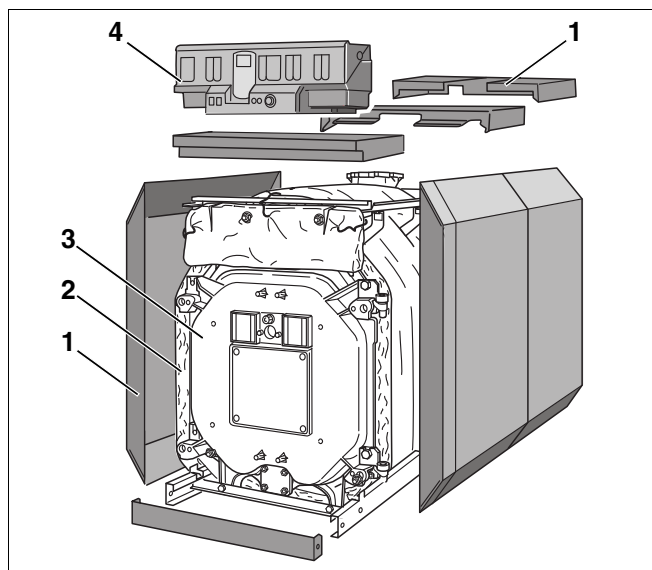
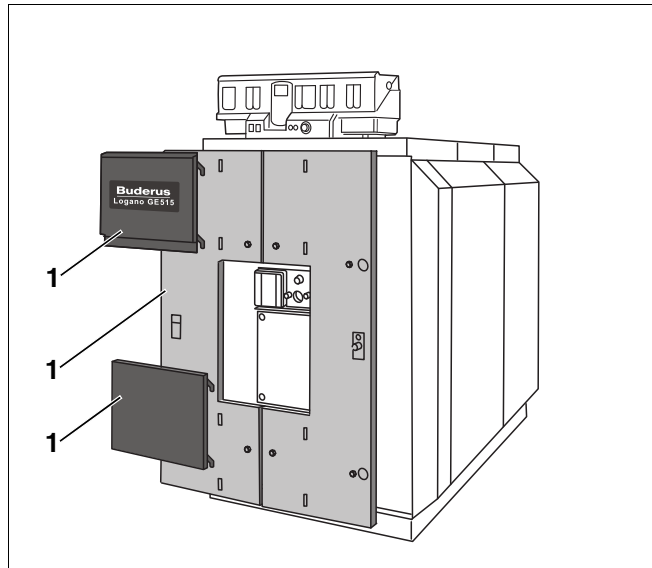

Fig. 1 Cazan special pe motorină / gaz Logano GE515
Fig. 2 Cazan special pe motorină / gaz Logano GE515
- Blocul cazanului (Fig. 1, **Poz. 3**).
- Mantaua cazanului (îmbrăcămintea, Fig. 1 și Fig. 2, **Poz. 1**), izolația termică (Fig. 1, **Poz. 2**).
- Aparatul de reglare (Fig. 1, **Poz. 4**)